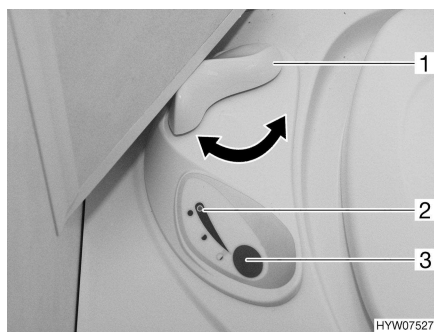

Bild 112 Reglage Thetford-toalett
- Öppna spjället på Thetford-toaletten före spolning. Därtill vrids spjällspaken (Bild 112,1) moturs.
- För att spola, tryck på den blå spolknappen (Bild 112,3).
- Efter spolning stängs spjället. Därtill vrids spjällspaken (Bild 112,1) medurs.
Kontrolllampan (Bild 112,2) lyser när Thetford-kassetten måste tömmas.
- Spjällspaken (Bild 112,1) vrids medurs. Spjället stängs. För att kunna tömma toaletten **måste** spjället vara stängt i Thetford-toaletten.